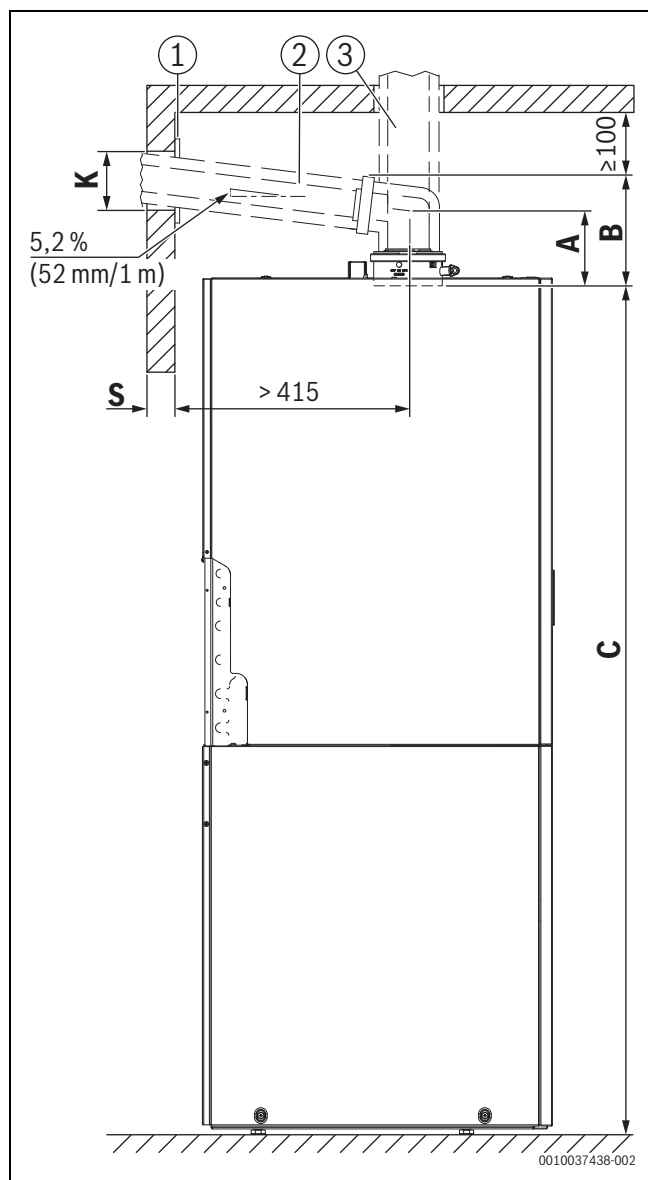

Bild 23 Ansicht von der linken Seite (Maße in mm)
- Falls erforderlich, Maß der Blende (→ Bild 23, [1]) addieren.